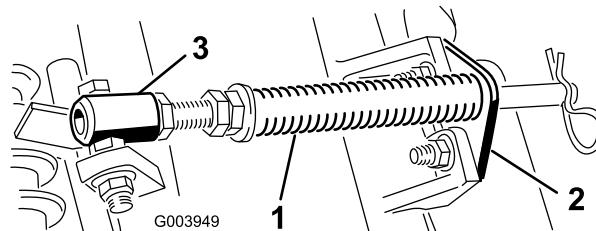

Figura 5
- A. Retire los 2 pernos de cuello cuadrado y las tuercas que sujetan el soporte de la varilla a las pestañas de la unidad de corte (Figura 5).
- B. Retire la tuerca con arandela prensada que fija el perno del tubo del muelle a la pestaña del bastidor de tiro (Figura 5), y retire el conjunto.